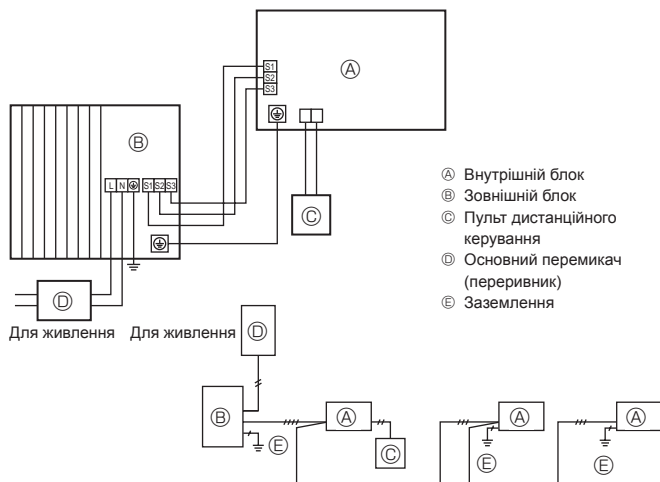
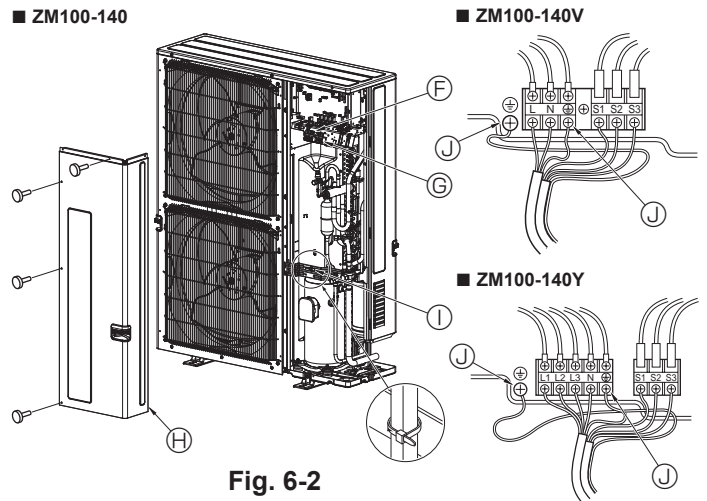

Fig. 6-1
Fig. 6-2
### 6.1. Зовнішній блок (Fig. 6-1, Fig. 6-2)
- ① Зніміть експлуатаційну панель.
- ② Проводи та кабелі, зображені на Fig. 6-1 та Fig. 6-2.